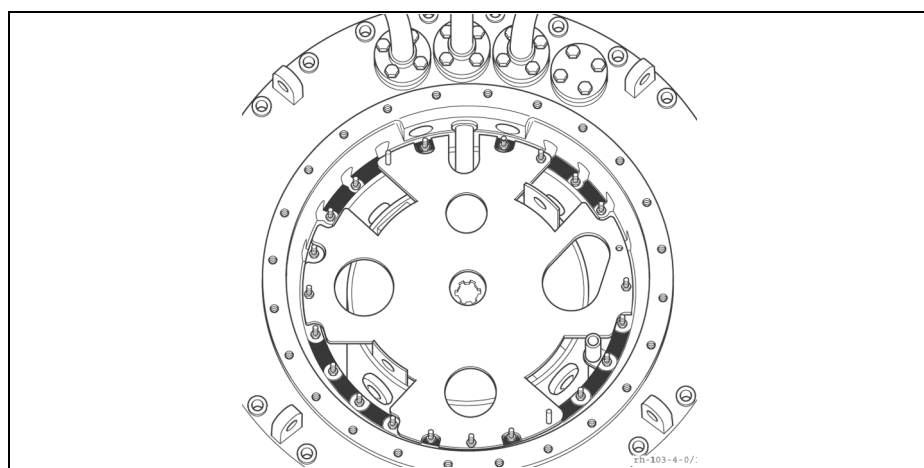

图 17 平面标记
4. 注意分接开关头范围中的红色平面标记，不得被切换开关芯子的底板遮盖，图 17。